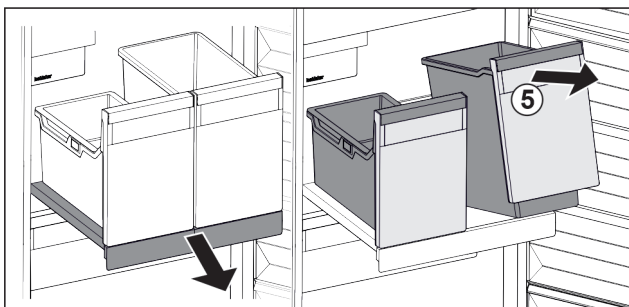

Fig. 123
- ▶ Підняти резервуар Fig. 123 (5) спереду.